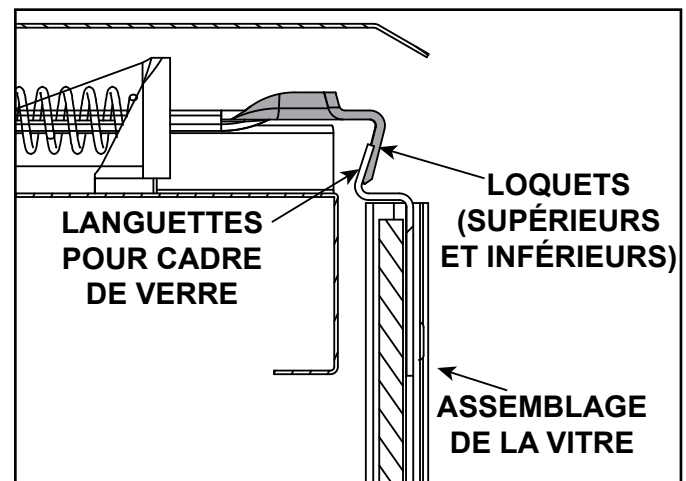

Figure 11.5 Assemblage de la vitre fixe
- Sortez les quatre verrous du panneau de verre fixe hors des languettes du cadre. Enlevez l'assemblage de la vitre fixe de l'appareil. Voir la figure 11.5.